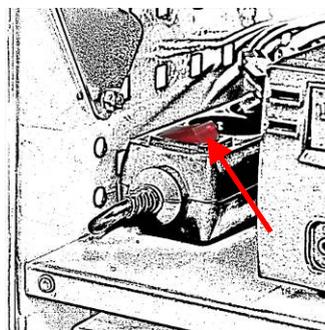

Abb.2
- Am „**Premium**“ Gerätewagen befindet sich der Schalter links neben dem Rechner auf der Netzsteckerverteilung Abb.2.